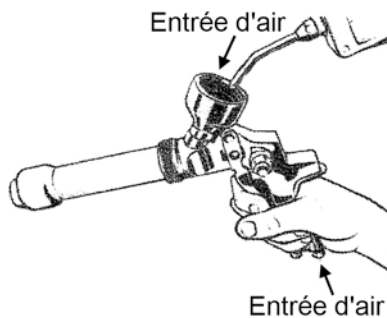

Fig. 3
5. Soufflez l'air comprimé dans le godet de poudre tout en serrant la gâchette du pistolet de revêtement en poudre. Cela permettra à l'air de circuler du pistolet à la surface de travail (Fig. 3).